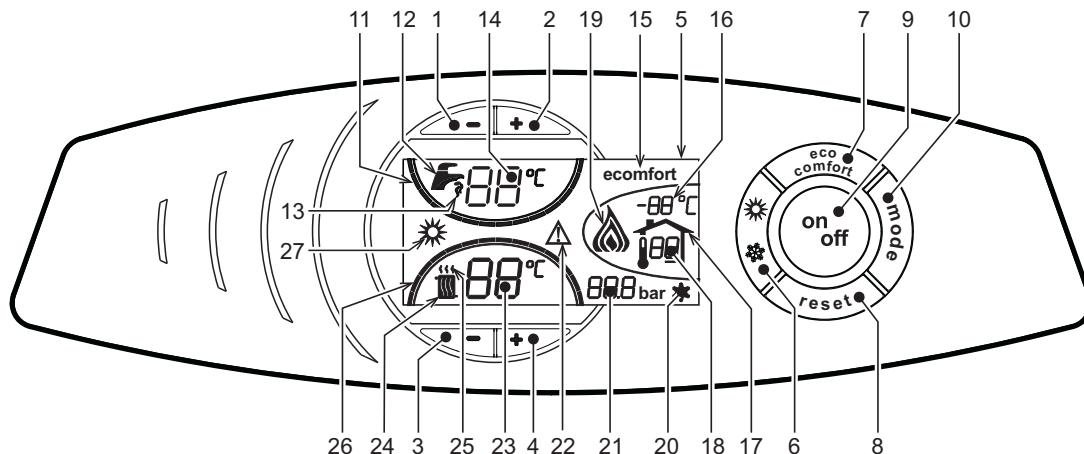
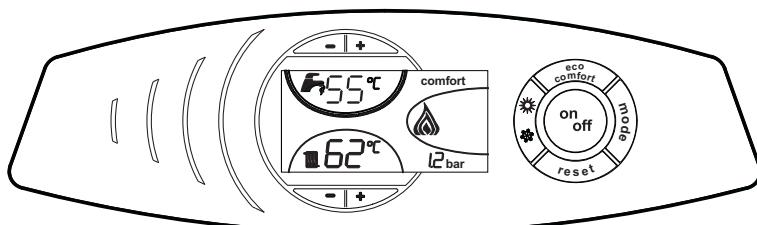
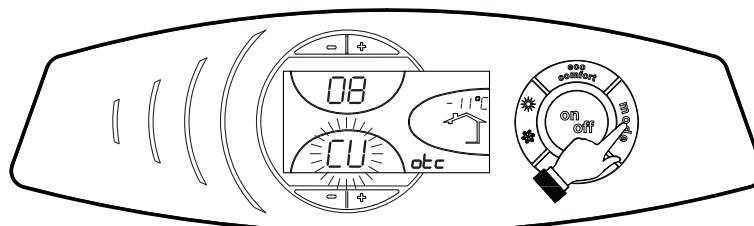

рис. 1 - Панель управления
рис. 3
рис. 11 - Кривая компенсации
О поступлении команды на включение отопления (от комнатного термостата или от пульта ДУ с таймером) предупреждает мигание индикатора теплого воздуха, установленного на радиаторе (дет. 24 и 25 - рис. 1).
Индексные метки с подсветкой системы отопления (дет. 26 - рис. 1) зажигаются по мере приближения измеряемой датчиком температуры к заданному значению.
О поступлении команды на включение системы ГВС, генерируемой при заборе горячей воды, предупреждает мигание соответствующего индикатора на кране (поз. 12 и 13 - рис. 1). Убедитесь, что функция Comfort (поз. 15 - ) находится в активном режиме (рис. 3).
Индексные метки с подсветкой системы ГВС (поз. 11 - рис. 1) зажигаются по мере приближения измеряемой датчиком температуры к заданному значению.
При включенной системе нагрева воды в бойлере ( заводская установка) на дисплее отображается символ режима COMFORT (поз. 15 - рис. 1); наоборот, если система нагрева выключена, на дисплее высвечивается символ режима ECO (поз. 15 - рис. 1).
Бойлер может быть выключен пользователем (режим ECO) путем нажатия кнопки (поз. 7 - рис. 1). Для включения режима COMFORT снова нажмите клавишу (поз. 7 - рис. 1).
Нажмите клавишу (дет. 9 - рис. 1) в течение 1 секунды.
Для повторного включения котла вновь нажмите клавишу (дет. 9 рис. 1) в течение 1 секунды.
- Нажмите кнопку ON/OFF (9 - рис. 1).
Нажмите клавишу (поз. 6 - рис. 1) в течение 1 секунды.
На дисплее высвечивается символ "Лето" (поз. 27 - рис. 1). При этом котел будет вырабатывать только воду для ГВС. При этом система защиты от замерзания остается активной.
Для выключения режима "Лето" вновь нажмите клавишу (дет. 6 - рис. 1) в течение 1 секунды.
Температура в системе отопления регулируется в пределах от 30 °C до 90 °C с помощью клавиш (дет. 3 и 4 - рис. 1); однако, не рекомендуется эксплуатировать котел при температуре ниже 45 °C.
Температура в системе ГВС регулируется в пределах от 10°C до 65°C с помощью клавиш (поз. 1 и 2 - рис. 1).
При наличии датчика температуры наружного воздуха (опция) на дисплее панели управления (дет. 5 - рис. 1) отображается измеряемая этим датчиком температура. При этом система управления котлом работает в режиме "Плавающая температура". В этом режиме температура воды, подаваемой в систему отопления, регулируется в зависимости от климатических условий внешней среды с тем, чтобы обеспечить максимальный комфорт и экономию энергетических ресурсов в течение всего года. Так, при повышении внешней температуры понижается температура подачи воды в систему отопления, что производится по определенной "кривой компенсации".
С переключением на режим "Плавающей температуры" показатель температуры, устанавливаемый клавишами (дет. 3 и 4 - рис. 1) соответствует максимальной температуре подачи воды в систему отопления. Рекомендуется устанавливать максимальное значение заданной температуры с тем, чтобы позволить системе регулировать изменение температуры во всем диапазоне значений.
При однократном нажатии кнопки (поз. 10 - рис. 1) на дисплей выводится текущая компенсационная характеристика (рис. 11), которую можно изменить с помощью кнопок задания температуры воды ГВС (поз. 1 и 2 - рис. 1).
При нажатии кнопок регулировки температуры отопления (поз. 3 и 4 - рис. 1) открывается доступ к параллельному смещению характеристик (рис. 14), с помощью кнопок регулировки температуры в контуре ГВС (поз. 1 и 2 - рис. 1).
Для выхода из режима параллельного изменения кривых еще раз нажать клавишу (дет. 10 - рис. 1).